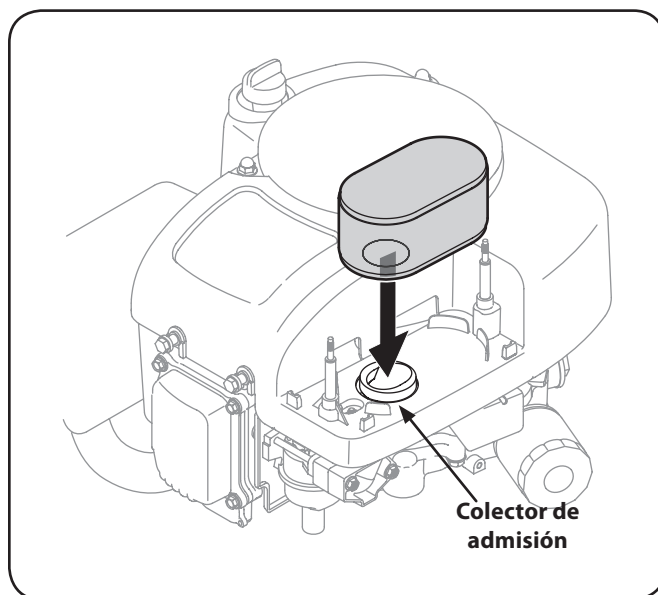

Figura 6-7
5. Conecte el nuevo filtro de aire con elemento de espuma alineando el orificio en el filtro de aire con el colector de admisión. Vea la Figura 6-7.